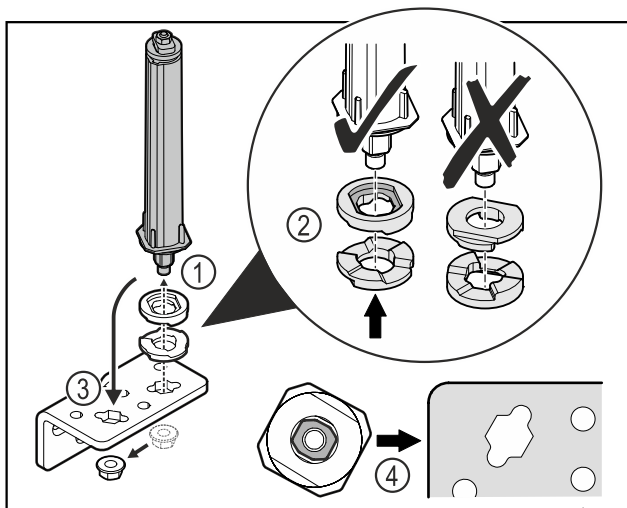

Fig. 34
- Oldja ki az anyát, és távolítsa el az ajtózáro rendszert Fig. 34 (1).
- Ügyeljen a magasságállító alátétek helyes beigazítására Fig. 34 (2).
- Helyezze át az ajtózáro rendszert a zsanéridombban, és rögzítse az anyával Fig. 34 (3).
- Behelyezéskor ügyeljen az ajtózáro rendszer helyes beigazítására Fig. 34 (4).